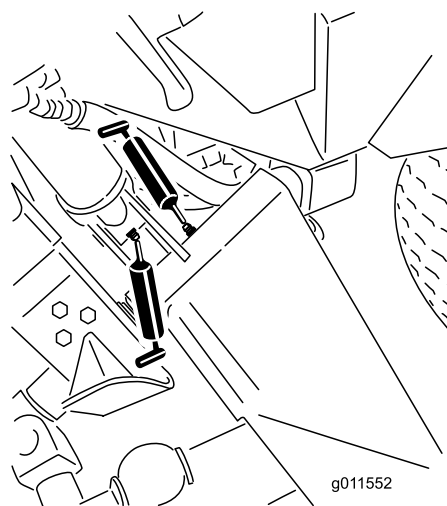
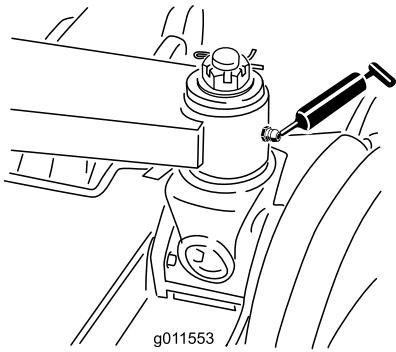

Figura 50
Figura 51
- Seis casquilhos do braço de elevação principal (Figura 50 e Figura 51)